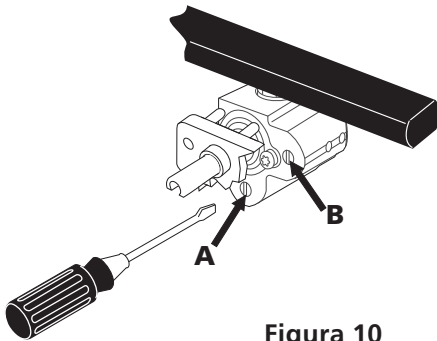

Figura 10
- El tamaño de la flama de la porción posterior del quemador puente puede aumentarse o disminuirse dándole vuelta al tornillo **A** (vea Figura 10). Utilice el tornillo **B** para ajustar el tamaño de la flama de la porción central del quemador puente o del quemador triple. Dé vuelta en sentido opuesto de las manecillas del reloj para aumentar el tamaño de la flama. Dé vuelta en sentido a las manecillas del reloj para disminuir la flama. Ajuste la flama hasta que usted puede dar vuelta rápidamente a la perilla de la posición LITE a la POSICIÓN MÁS BAJA sin extinguir la flama. La flama debe ser tan pequeña como sea posible sin apagarse.